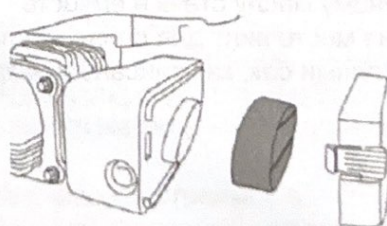

Рис. 31
- Извлеките фильтр из корпуса и постучите им по твердой поверхности, чтобы удалить пыль (рис. 31).